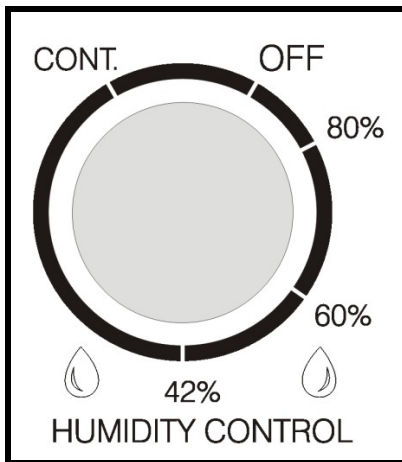

Abb.4 Feuchtigkeitsregler
Wie in den Abbildungen 5, 6, 7 dargestellt verfügen alle Geräte der Baureihe EFT über einen Hauptschalter (1) und einen Feuchtigkeitsregler (Abb.4). Nach dem Aufstellen des Gerätes wie unter Punkt 4 beschrieben, haben Sie die Möglichkeit unter verschiedenen Funktionsarten zu wählen, wie nachstehend beschrieben. Unabhängig von der gewählten Funktionsart, muss für die Inbetriebnahme wie folgt vorgegangen werden:
Durch drehen des Feuchtigkeitsreglers in Pos. CONT. Wird das Gerät auf Dauerbetrieb umgestellt (Abb.4). Bei Anschluss eines externen Feuchtigkeitsregler den Regler am eingebauten Feuchtigkeitsregler auf Pos. OFF stellen. Die Regelfunktion wird nun vom externen Feuchtigkeitsregler übernommen. Während des Entfeuchtungsvorgangs (nur bei aktivierten